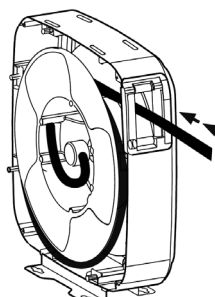

FIG 13.
2. Push the hose back through the hose outlet and make another loop on the spool (Fig. 13).
2. För tillbaka en del av slanggen genom slangstyrningen och lägg en till ögla på rullen (Fig. 13).